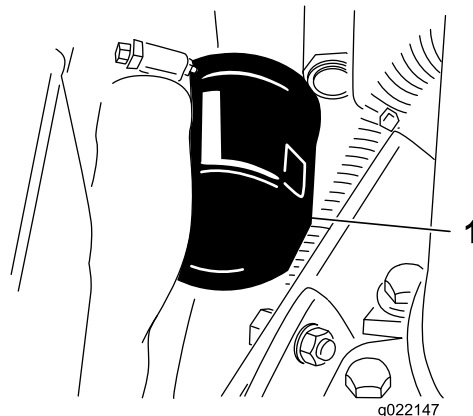

Рисунок 57
2. Снимите масляный фильтр (Рисунок 57).